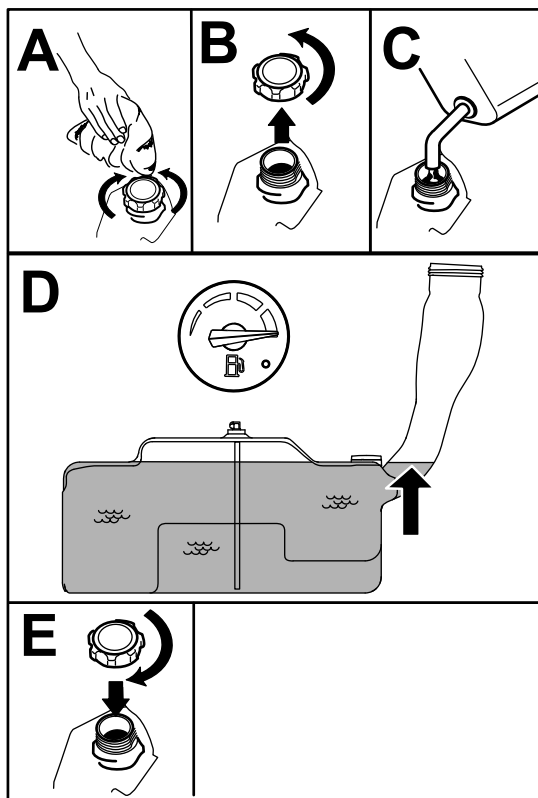

Figura 8
5. Llene el depósito de combustible hasta que en el indicador de combustible se vea la marca Lleno (Figura 8).